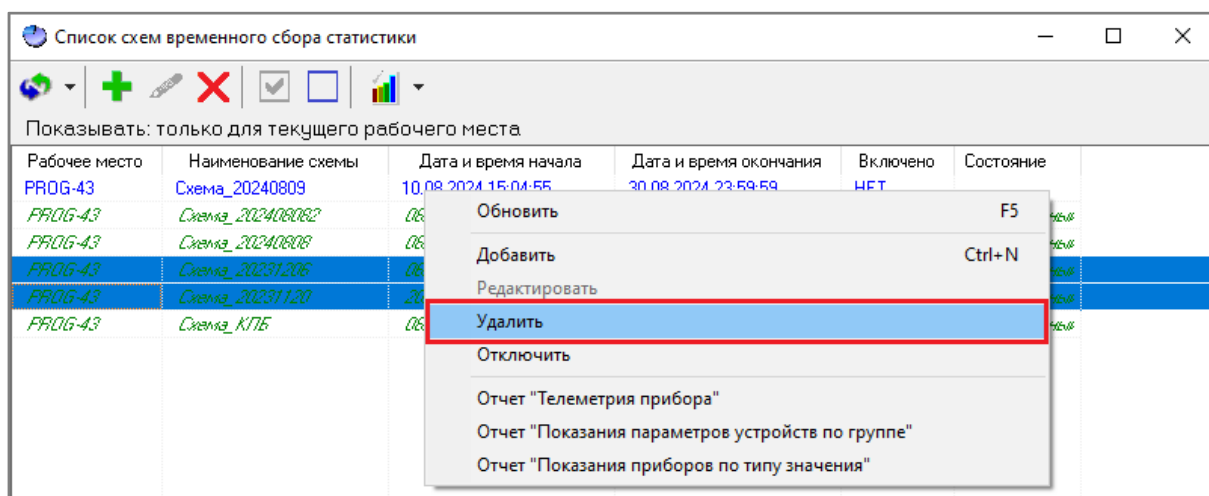

Рисунок 11-126 Удаление схем ВСС через контекстное меню области списка схем ВСС окна "Список схем временного сбора статистики"
- либо вызовите контекстное меню области списка схем ВСС (см. п. 11.6.1.2.1) окна «Список схем временного сбора статистики» и выберите в нем пункт «Удалить» (см. Рисунок 11-126),